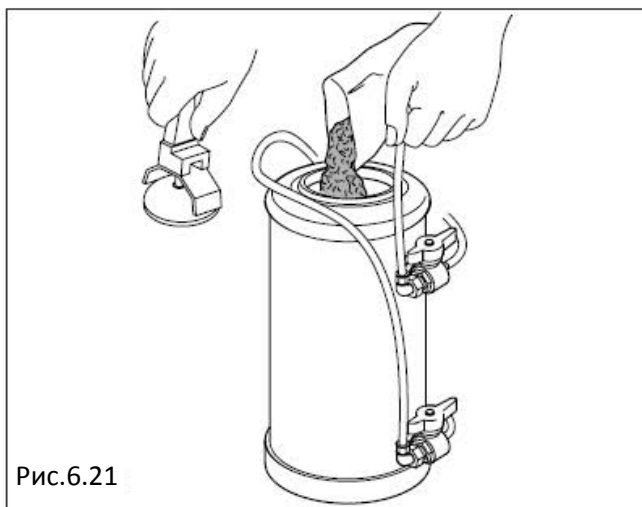

Рис.6.21
- Снимите крышку и введите 1,5 кг обычной поваренной соли (Рис. 6.21)